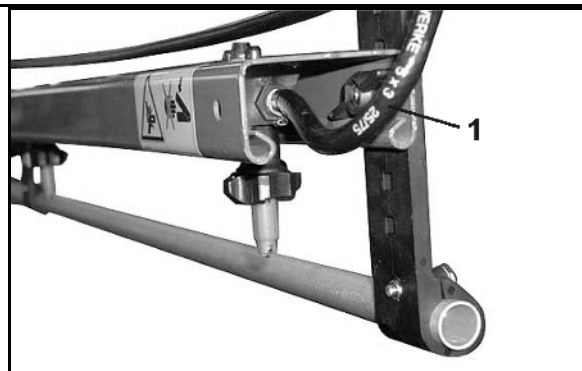

Fig. 108
- permite, com o sistema de circulação de pressão ligado, uma constante circulação de líquido no tubo de pulverização. Para o efeito, a cada secção está atribuído um tubo flexível de ligação de enxaguamento (Fig. 108/1).
- um tubo flexível de ligação de enxaguamento (Fig. 108/1) por secção.